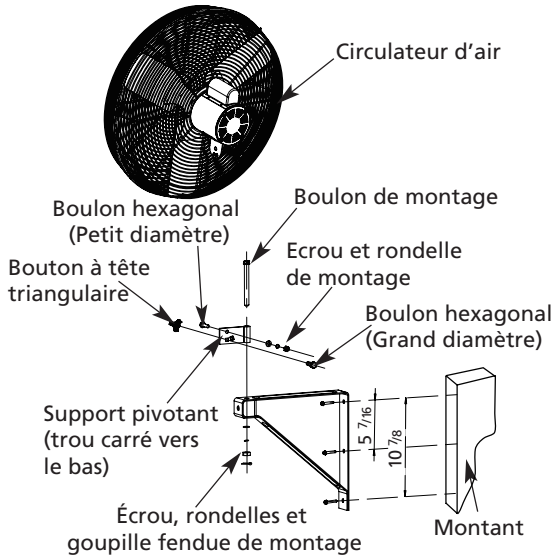

Figure 4 - Assemblage au mur
(Reportez-vous aux figures 4 et 5.)
3. Positionnez le support pivotant sur le support mural / pour plafond comme indiqué à l'étape 1. Fixez avec le boulon, la rondelle plate, la rondelle de blocage et l'écrou de montage selon les figures 4 et 5. Serrez à un couple de serrage de 120-130 po-lb. Enfin, fixez avec la goupille fendue dans le trou du boulon de montage. Positionnez le support pivotant dans la fourche du moteur et alignez le trou du support de pivot sur le trou rond du support pivotant.